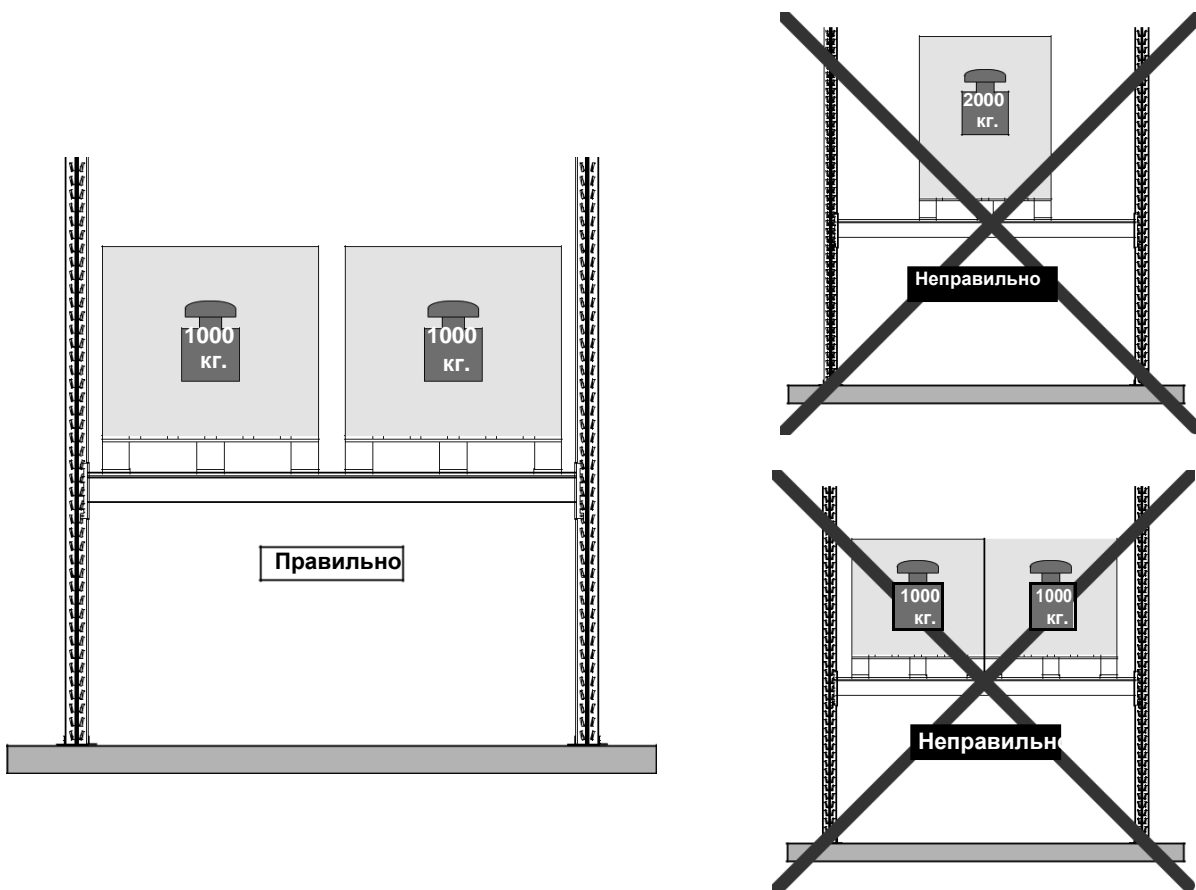

Рисунок 6 - Концентрация нагрузки
- Общая нагрузка на пару балок, образующих ярус хранения стеллажа, должна быть равномерно распределена. В случае изменения массы груза или смещения поддонов по отношению друг к другу происходит концентрация нагрузки в центральной части балок, что недопустимо (рис. 6);